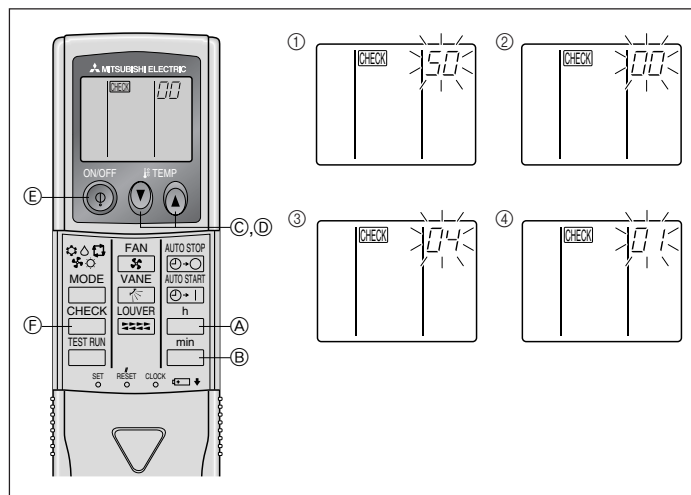

Fig. 6-9
- ⑧ Druk op de toets MODE (E), de modus en de instellingsnummers (I) en (II) zullen continu gaan branden. De instelling kan nu worden bevestigd.
- ⑨ Druk tegelijkertijd op de knoppen FILTER (A) en TEST RUN (B) en houdt die ten minste twee seconden vast. De functieselectieweergave verdwijnt tijdelijk en het bericht koelsysteem OFF verschijnt.
2) Voor de draadloze afstandsbediening (Fig. 6-9)
- ① Ga naar de functiekeuzemodus